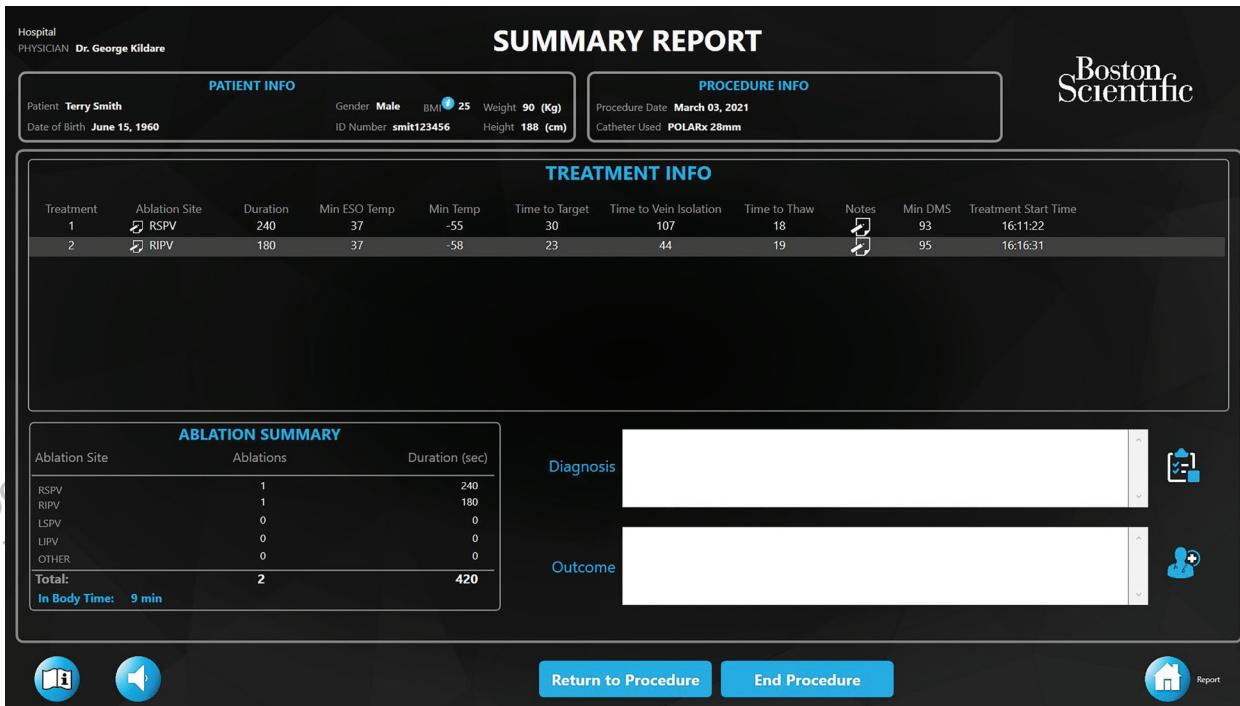

Figura 43. Ecrã de relatório de resumo
- Prima o botão **Summary Report** (Relatório de resumo) no ecrã Treatment Records (Registros de tratamento) para apresentar o resumo de todos os tratamentos do caso selecionado (Figura 43).